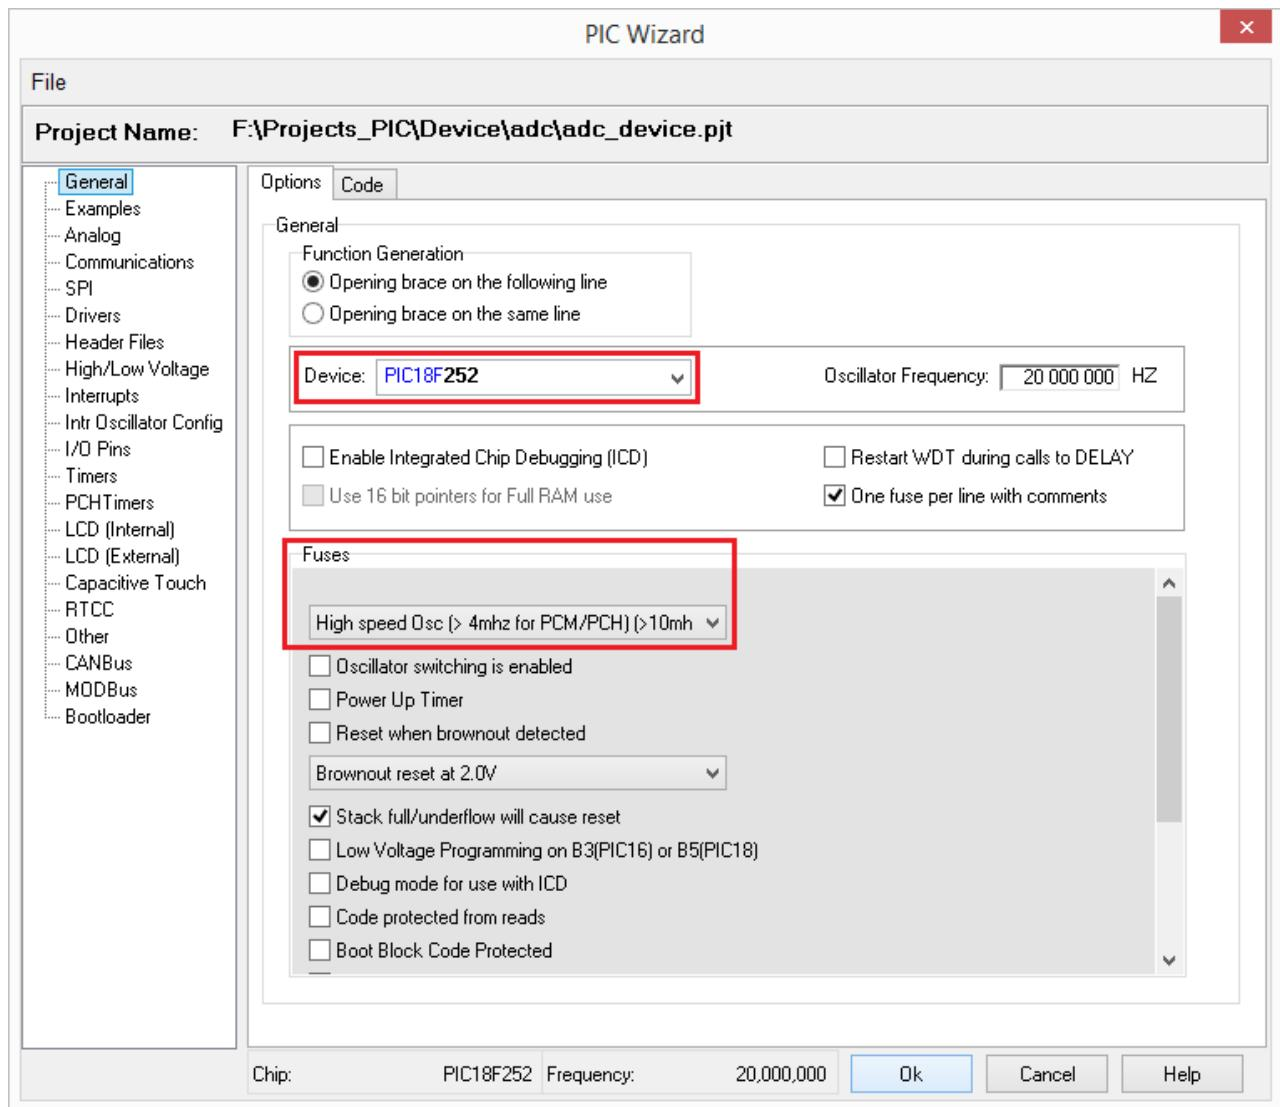

Рисунок 3.3.7 – Розділ General майстра PIC Wizard
Для запуску майстра **PIC Wizard** слід виконати відповідну команду меню **Project**, а потім вказати розміщення і ім'я головного файлу проекту. В результаті відкриється вікно майстра, що складається з розділів з параметрами проекту (рис. 3.3.7). Зовнішній вигляд вікна майстра може відрізнятися в залежності від версії компілятора **CCS-PICC** і обраного типу мікроконтролера.
4. У розділі **General > Device** (рис. 3.3.7) вибрati тип мікроконтролера, наприклад **PIC18F252**.